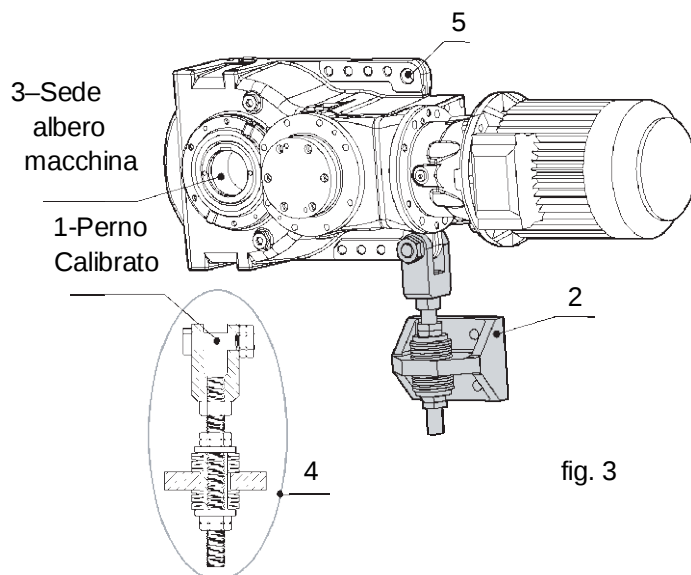

fig. 3
Attrezzare il tirante di reazione con i particolari stabiliti in sede di progetto (molle a tazza, tamponi elastici, ecc.ecc.) (pos. 4). Ancorare il tirante di reazione alla struttura della macchina (pos. 2) e serrare con viti di fissaggio (classe minima raccomandata 8.8) applicando una coppia di serraggio come da tabella “coppie di serraggio” paragrafo 9.1 (vedi fig.3).